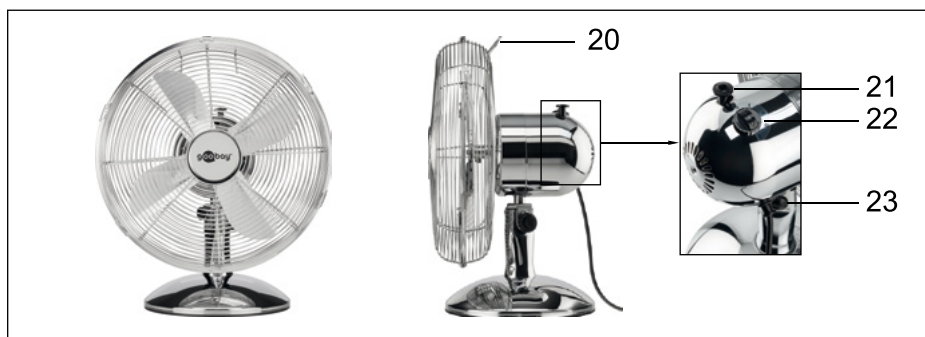

Fig. 35: Ventilatore da tavolo montato
1. Tenere il ventilatore per l'impugnatura (fig. 35, n. 20) e posizionarlo su una superficie orizzontale stabile e priva di polvere.
La potenza di ventilazione si può regolare in 3 livelli ruotando il selettore rotativo (fig. 35, n. 22):
**ON:** premere il perno per impostare la rotazione (21, Fig. 35) all'interno dell'alloggiamento motore.